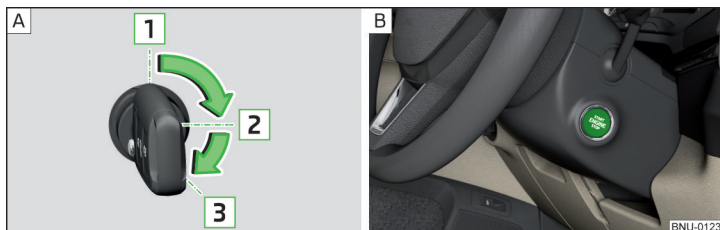

Fig. 244 Posicionamiento de la llave del vehículo en el contacto / Botón de inicio
» fig. 244 - [A]
» Presionar el botón » fig. 244 - [B], el encendido es conectado/desconectado.
» En vehículos con **cerradura de encendido**, girar la llave en la posición **3** » fig. 244 de la pág. 213 - [A], se realiza el proceso de inicio. Luego suelte la llave, el motor arranca automáticamente.
» En vehículos con **botón de inicio**, presionar brevemente el botón » fig. 244 de la pág. 213 - [B], el motor arranca automáticamente.
- » En vehículos con **cerradura de encendido**, girar la llave en la posición **1** » fig. 244 de la pág. 213 - [A].
- » En vehículos con **botón de inicio**, presionar el botón » fig. 244 de la pág. 213 - [B], el motor y el encendido son desconectados al mismo tiempo.
» Mantener presionado el botón » fig. 244 de la pág. 213 - [B] o presionarlo dos veces dentro de 1 segundo.